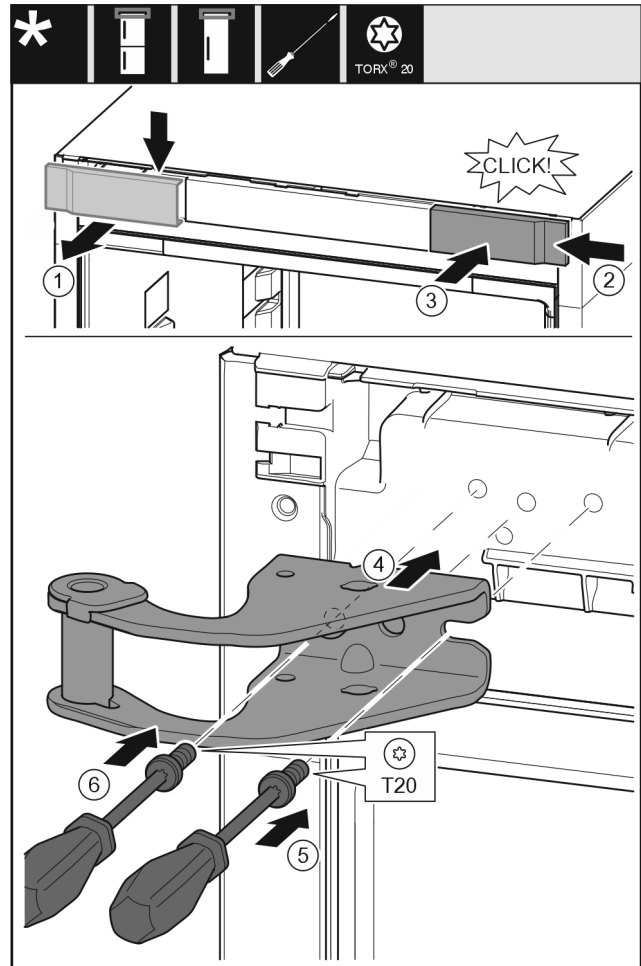

Fig. 14
- ▶ Afdekking Fig. 14 (1) van boven af naar voren lostrekken.
- ▶ Afdekking Fig. 14 (2) 180° gedraaid aan de andere zijde van rechts inhangen.
- ▶ Afdekking Fig. 14 (3) vastklikken.
- ▶ Bovenste lagerbok Fig. 14 (4) bevestigen.
- ▶ Schroef Fig. 14 (5) met schroevendraaier plaatsen en vastdraaien.
- ▶ Schroef Fig. 14 (6) met schroevendraaier plaatsen en vastdraaien.